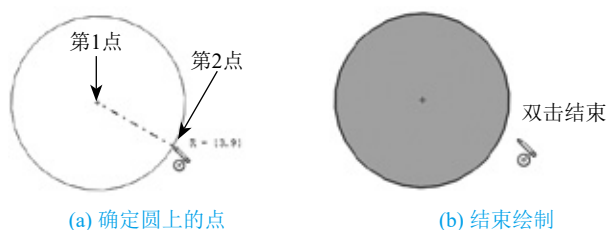

图2-8 使用“圆心、半径”方式绘制圆
- 04 双击即可结束该圆的绘制，也可以按Esc键退出圆的绘制。整个过程如图2-8所示。